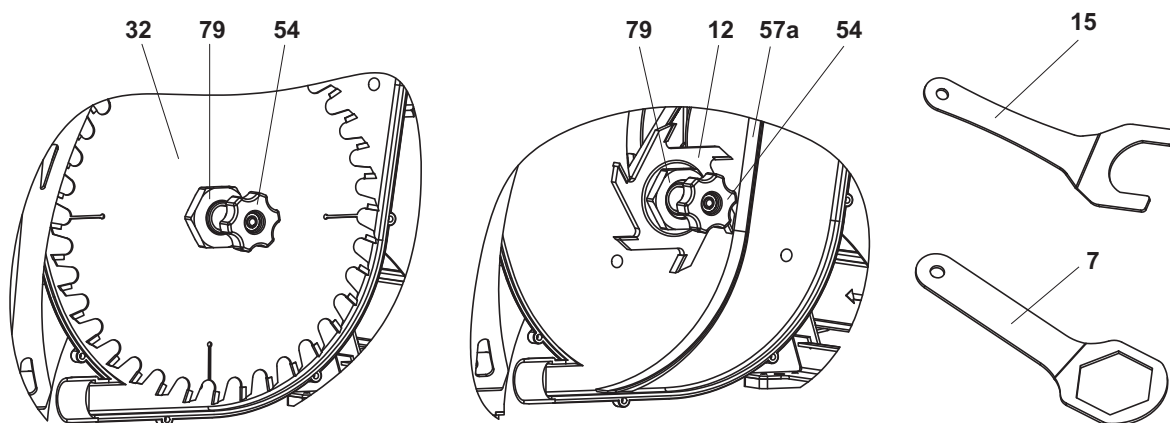

Рис. 21
- Опустить с помощью ручки регулирования глубины пропила 22 (рис. 1) пильный диск 32/ фрезу 12 в нижнее положение (транспортное), рис. 21.